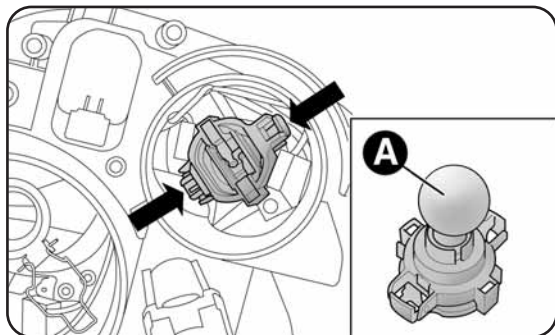

fig. 18
- premere in prossimità delle alette di bloccaggio del portalampada (illustrate in fig. 18 dalle frecce) e contemporaneamente tirare il gruppo;